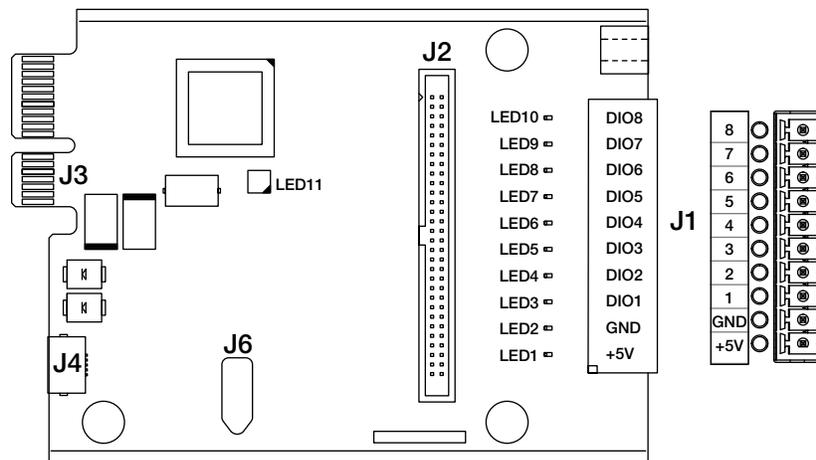

Figura 3. Tarjeta opcional de E/S digital
8. Efectúe las conexiones a la tarjeta opcional. Consulte la asignación de clavijas en la Figura 3 y la Tabla 2.